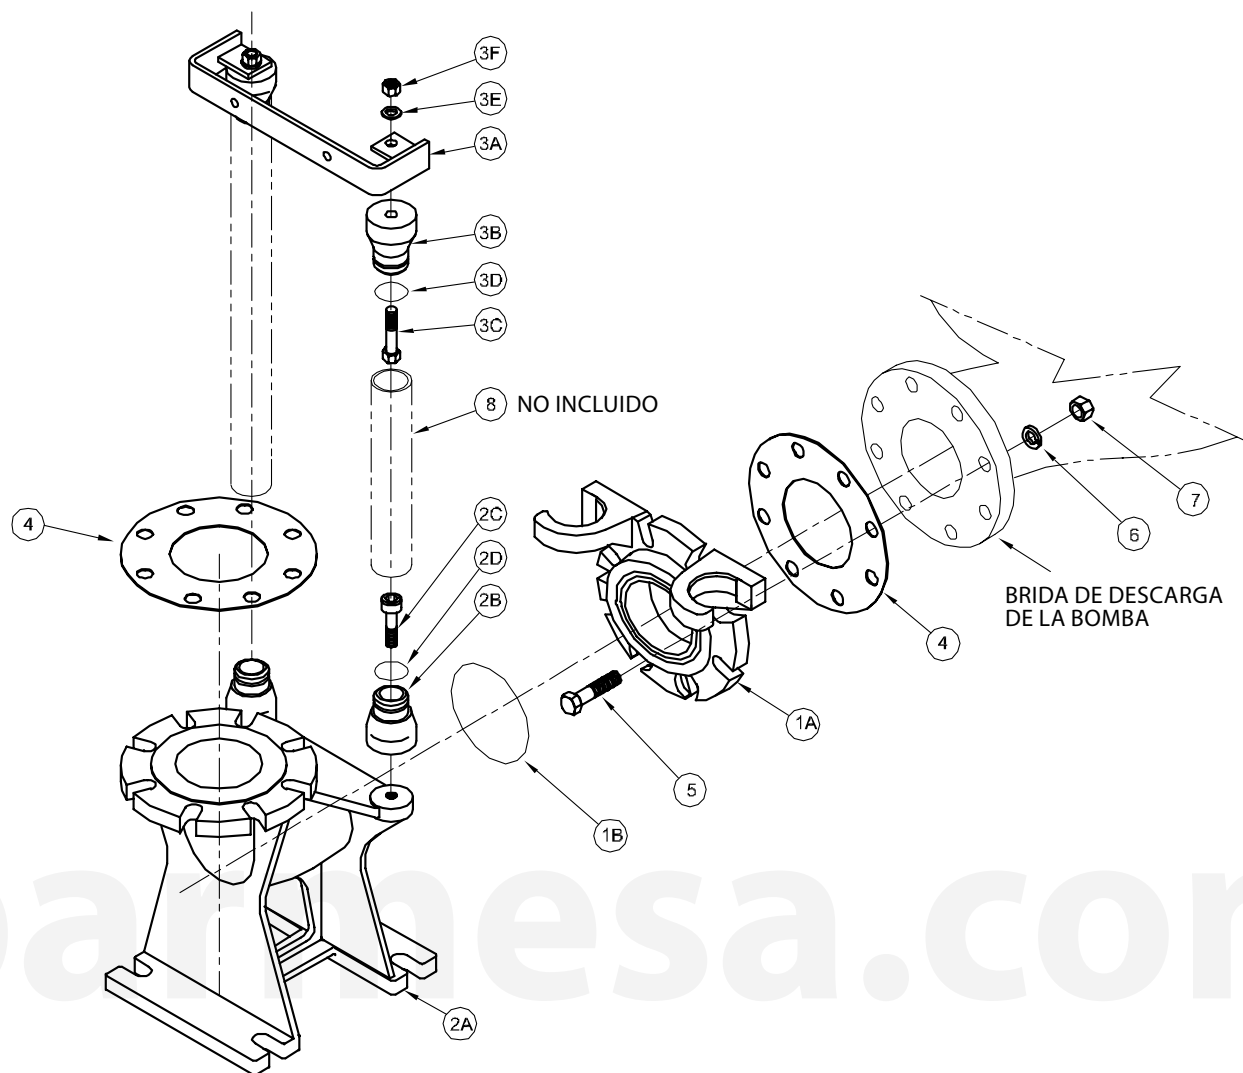

Figura 7
**Reparación** - NOTA: Todos los números en ( ) se refieren a la figura 7.
**Acoplamiento móvil** - Para instalar un nuevo empaque "O-ring" en el acoplamiento móvil (1), remueva completamente el empaque (1B) limpie la ranura, e inserte uno nuevo (1A).